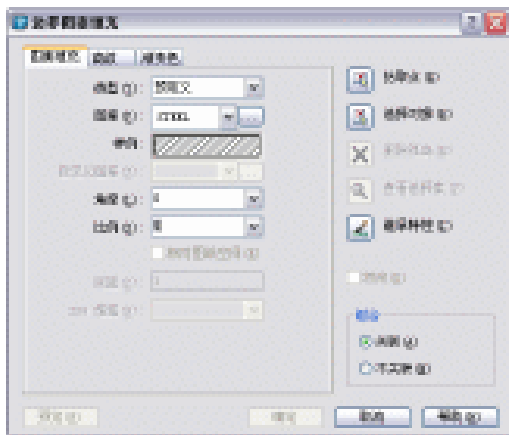

图 4-1-8
STEP 01 在命令行中执行 BHATCH 命令，系统打开如图 4-1-8 所示“边界图案填充”对话框。